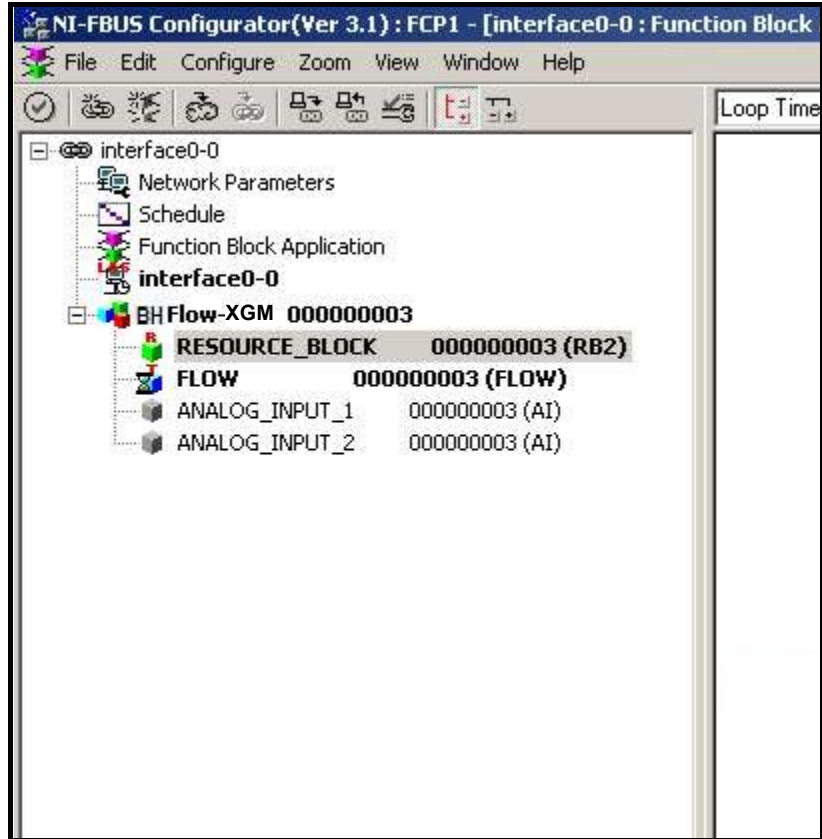

Figura 59: Ejemplo de instalación de la herramienta de configuración
La *Figura 59* muestra la Herramienta de configuración con un medidor de caudal en la red (BHFlow-XGF).
1. Haga doble clic en el bloque AI para el que desea establecer las unidades (ANALOG_INPUT_1 o ANALOG_INPUT_2 en el árbol bajo BHFlow-XGF; véase la *Figura 59 en la página 112*).
1. Haga doble clic en el bloque de FLUJO del transductor (en el árbol bajo BHFlow-XGF; véase la *Figura 59 en la página 112*).